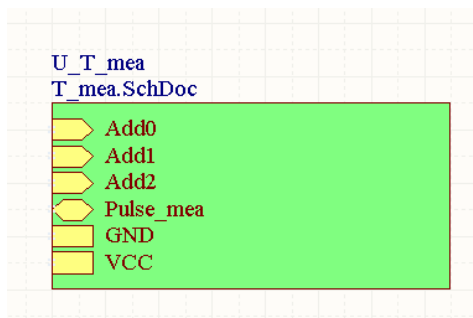

图 4.31 添加的子图符号
(11) 单击通用工具栏中的保存工具按钮, 在弹出的“Save [Sheet1.schdoc] As”对话框的“文件名”编辑框内输入“T_meas”, 单击“保存”按钮, 将单个按键电路图文件保存为“T_meas.schdoc”。
(12) 单击“Projects”工作面板中的“PIC_top.SchDoc”文件名, 打开该文件。
(13) 在主菜单中选择“Design”->“Creat Sheet Symbol From Sheet or HDL”命令, 打开“Choose Document to Place”对话框。
(14) 在“Choose Document to Place”对话框中选择“T_meas.schdoc”文件, 单击“OK”按钮, 在弹出的“Confirm”消息框中单击“No”, 在原理图中添加如图 4.31 所示的子图符号。